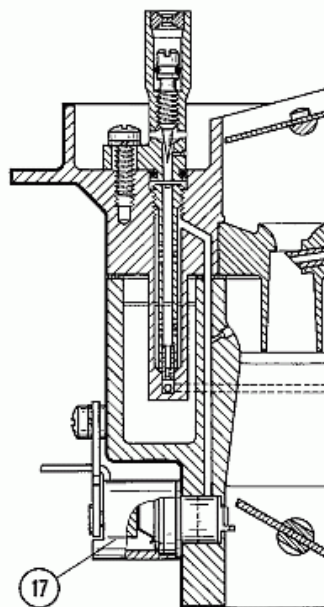

Bild 15 PTC-Heizelement
8. PTC-Heizelement (17) Bild 15